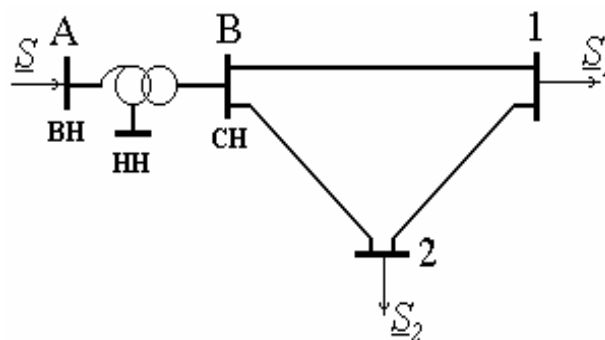

Рис. 60. Схема сети к задаче 38
**Задача 38.** Для схемы сети, изображенной на рис. 60, определить мощность, поступающую в сеть от источника с учетом потерь мощности в линиях.